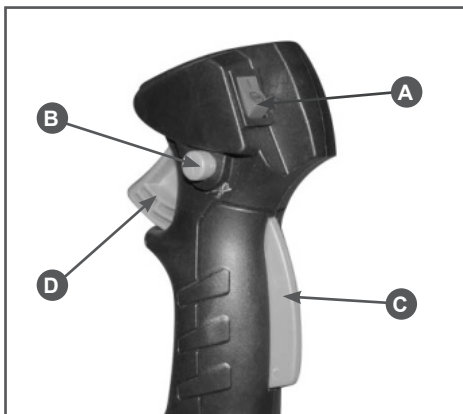

Рис. 7 Расположение органов управления на рукоятке
5. Выключатель зажигания (А) установите в положение «I» Рис.7. Удерживая стопорный рычаг газа (С) Рис.7 нажмите на рычаг газа (D). Для облегчения запуска зафиксируйте рычаг газа стопором (B) Рис.7.